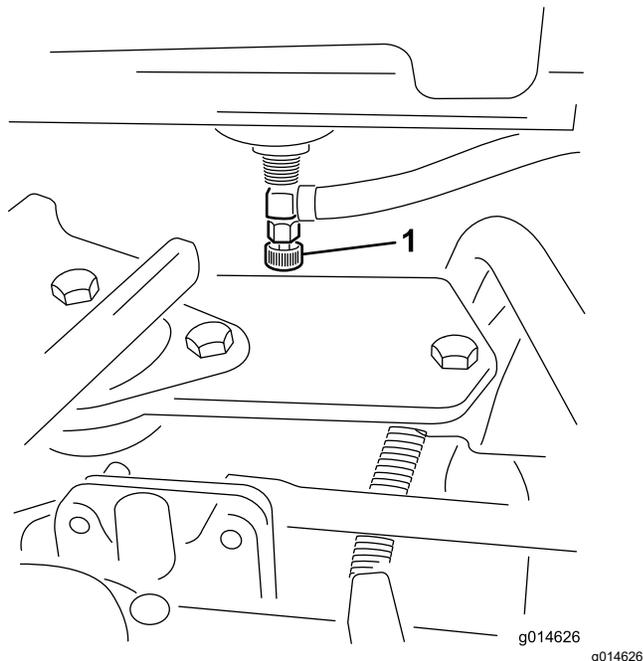

Рисунок 37
1. Закройте отсечной топливный клапан, расположенный под топливным баком (Рисунок 37).